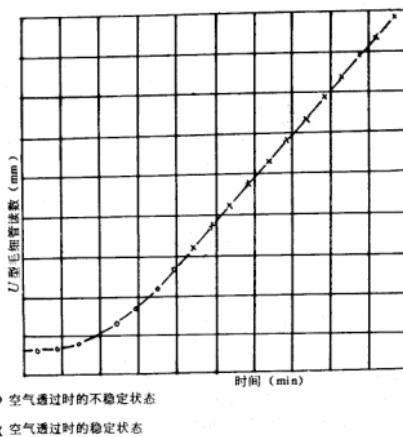

图 2 时间/U型毛细管读数曲线图
8.1 把时间 t 和液面移动的相应高度 h 值绘在坐标纸上（如图 2 所示）。计算稳定状态下（直线部分）